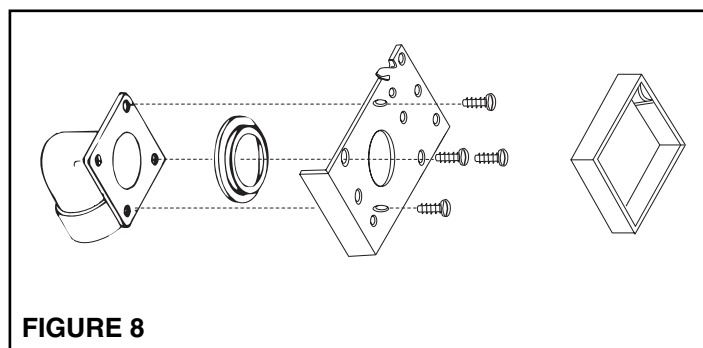

FIGURE 8
4. Voyez la figure 8. Enlevez le carton du cadre protecteur. Utilisez les quatres (4) vis qui vous sont fournies, pour attacher le raccord à bride approprié ainsi que le joint à l'arrière de la prise.